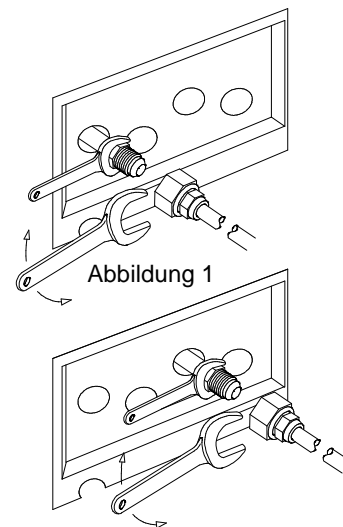

Abbildung 2
- Die vorgerüstete Leitung anhand von zwei Schlüsseln an das Absperrventil anschließen (gem. Abb. 1 für 1. Steuerkreis, gem. Abb. 2 für 2. Steuerkreis).